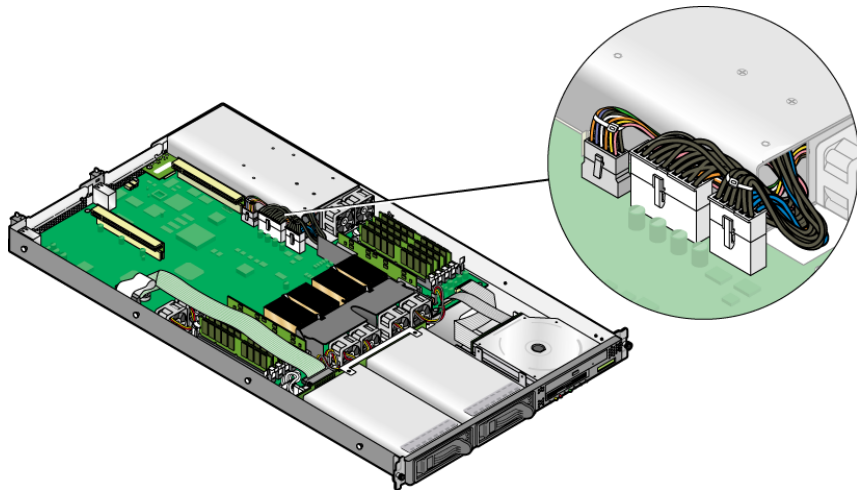

図 3-19 電源装置ケーブルの取り外し
3. マザーボードから 3 本の電源装置ケーブルを外します (図 3-19 を参照)。